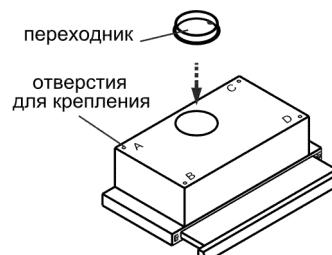
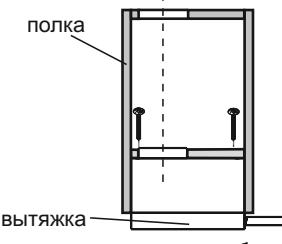

рис. 4
рис. 5
6.1 Установите пластиковый переходник и зафиксируйте его защелками (рис. 4).
6.3 Крепление кухонной вытяжки к верхней полке над плитой (рис. 4, рис. 5):
- вырежьте дополнительное отверстие в полке шкафа (рис. 5) для воздуховода при работе в режиме «вытяжки» для свободного прохождения воздуха при работе в режиме «рециркуляции»;